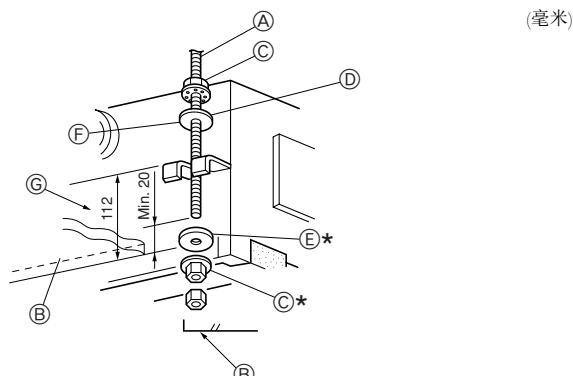
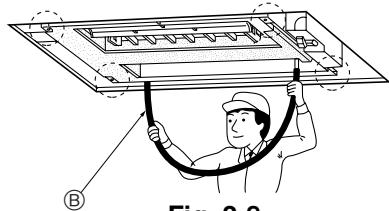

Fig. 2-7
Fig. 2-8
- 事先将垫圈①②(提供的)和螺母(在当地购买的)拧到挂环螺栓上。(Fig. 2-7)
- * 按以下顺序完成此步骤(从顶部开始):螺母、绝缘垫圈②、非绝缘垫圈①和两个螺母。
- * 如图所示,使绝缘面向下放置绝缘垫圈②。
- 将室内机组安装到位,并使其正好与挂环螺栓对齐。将支架安装到已经事先安装的垫圈①和垫圈②之间,并固定。在四个位置进行相同的步骤。
- Ⓓ 垫圈②(带绝缘片)
- 使用酒精水准器或装有水的透明塑料管子检查四角是否处于水平位置。(Fig. 2-8)